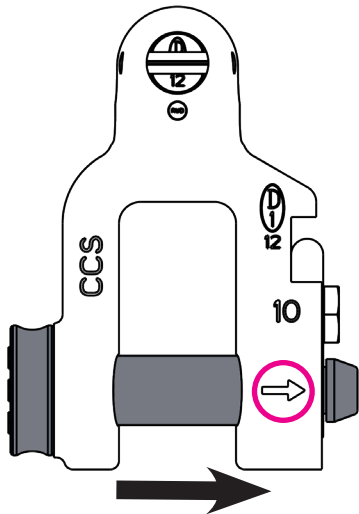

Abb. 16: Montagerichtung Schäkelbolzen
- Der Schäkelbolzen kann nur in Pfeilrichtung (auf dem Bauteil) montiert werden (Abb. 16)
- Falsche Montagerichtung des Schäkelbolzens (entgegengesetzt der Pfeilmarkierung auf dem Schäkelbügel, Schäkelbolzen rastet nicht ein). Korrekte Montagerichtung des Schäkelbolzens siehe Abb. 16.